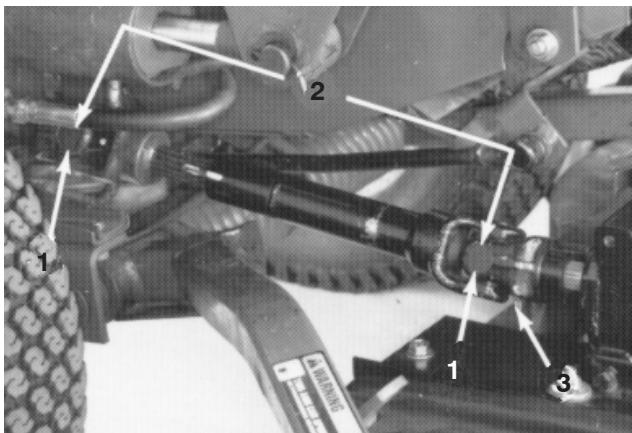

Bild 7
1. Richten Sie die Löcher im Joch und in der Eingangswelle des Getriebes aus. Schieben Sie das Joch auf die Welle und befestigen Sie beide Teile mit einem Rollstift und zwei Kopfschrauben (5/16 x 1-3/4 Zoll) und Sicherungsmuttern (5/16 Zoll) (Bild 7).